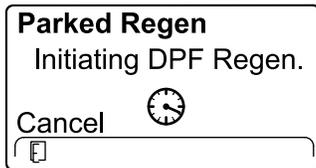

Рисунок 57
5. На дисплее инфо-центра появится сообщение INITIATING DPF REGEN (НАЧИНАЕТСЯ РЕГЕНЕРАЦИЯ DPF) (Рисунок 57).